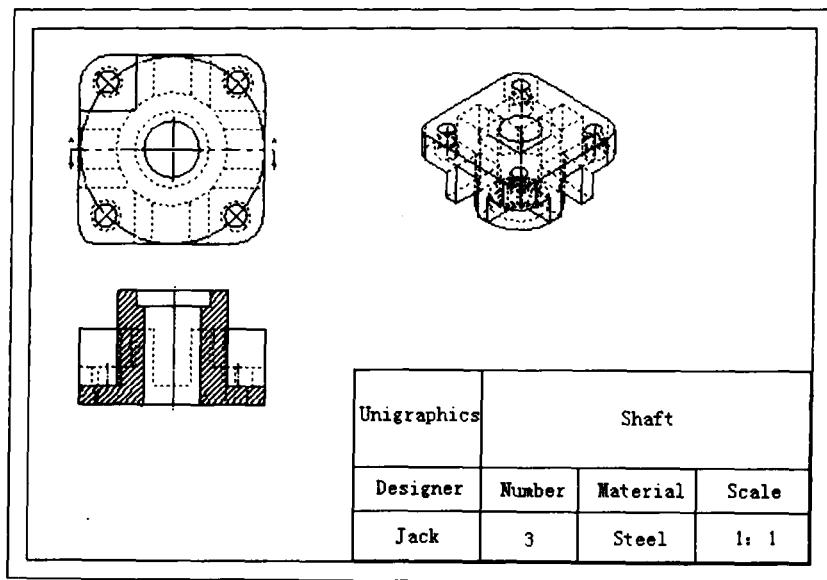

图 1.8 UG 创建的工程图
- 制图。制图模块用于创建工程图纸，提供了自动视图布置、剖视图、各向视图、局部放大图、局部剖视图、自动、手工尺寸标注、形位公差、粗糙度符合标注、支持 GB、标准汉字输入、视图手工编辑、装配图剖视、爆炸图以及明细表自动生成等工具。图纸可以由三维模型投影获得，也可以直接绘制。UG 创建的工程图如图 1.8 所示。